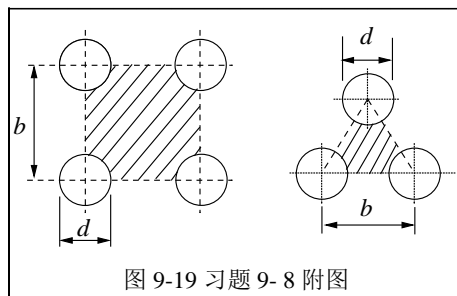

图 9-19 习题 9-8 附图
**9-8** 换热器内管束按正方形及等边三角形排列, 如图 9-19 所示。若管道外径为  $d$ , 管与管之间的距离为  $b$ , 试导出本题附图中阴影部分的水力直径计算公式。